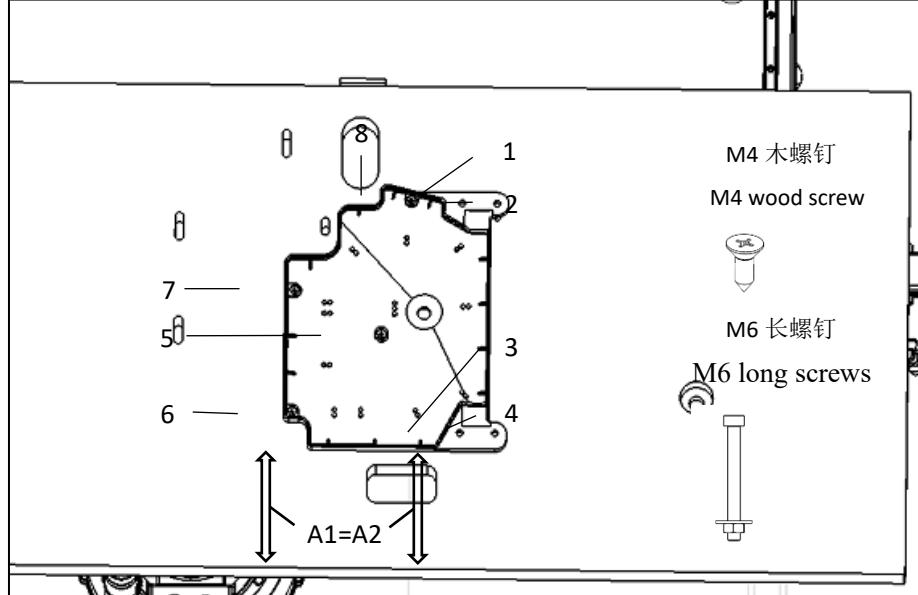

图 9.2 油盘安装图 Figure 9/2 Oil pan installing drawing
- 第一步，将油盘按照（下图 9.2）中的 1/2/3/4 位置对准台板上的 U 型槽，使用机头附件中的自带两个 M6 长螺钉从 2/3 穿过油盘和台板进行预紧。
- step 1. to align the oil pan to the u-shaped groove on the platen according to the position 1/2/3/4 in (figure 9.2 below), and use the two M6 long screws in the head attachment to pretighten from 2/3 through the platen and oil pan.